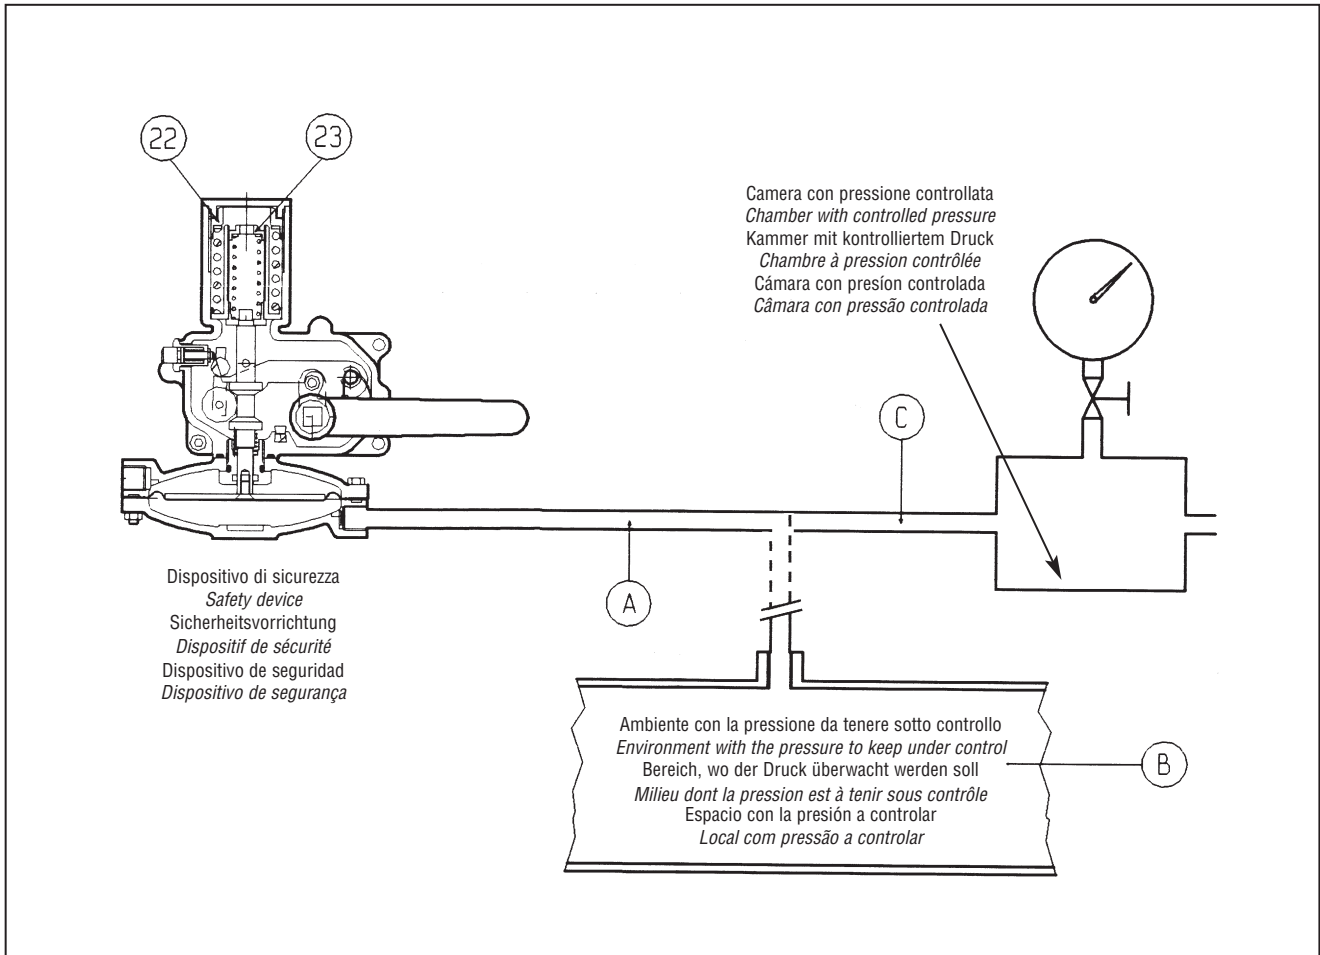

Fig. 18
B) Per dispositivi sprovvisti della valvola "push" (fig. 18) è consigliabile collegare separatamente la testata di comando ad una pressione ausiliaria controllata e ripetere le operazioni qui sopra descritte.
B) On devices without the "push" valve (fig. 18) we recommend separately connecting the control head to a controlled auxiliary pressure and repeat the operations described above.
B) Bei Anlagen ohne Prüfventil "Push" (Abb. 18): Impulsleitung lösen und Prüfleitung am SAV-seitigen Anschluß anschließen; weiteres Vorgehen wie oben beschrieben.
B) Pour les dispositifs sans vanne "push" (fig. 18) il est conseillé de brancher séparément la tête de commande à une pression auxiliaire contrôlée. Répéter les opérations décrites ci dessus.
B) Respecto a los dispositivos no provistos de la válvula "push" (fig. 18), se aconseja conectar por separado la cabeza de mando con una presión auxiliar controlada, y repetir las operaciones descritas más arriba.
B) Para instalações sem a válv. "push", ligar directamente a fonte exterior de pressão ao prato da válv. de segurança (fig. 18) e proceder como descrito anteriormente.